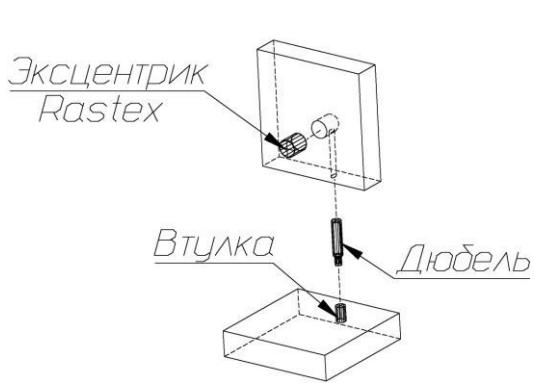

Рис. 1
1. В боковые стенки (2), (02), нижний щит (3), заднюю стенку (4) в имеющиеся отверстия установить эксцентрики таким образом, чтобы стрелка была повернута в сторону отверстия в торце.
В установленные муфты эксцентриковых стяжек на боковых стенках (2), (02), крышке (1) ввернуть дюбели, в соседние отверстия установить шканты (рис.1).
Собрать между собой боковые стенки (2), (02), нижний щит (3) и заднюю стенку (4) так, чтобы дюбели и шканты вошли в предназначенные для них отверстия (рис.1).